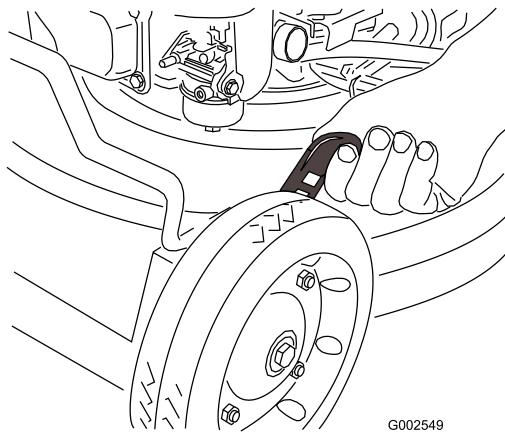

Figura 16
1. Tire de la palanca de ajuste de la altura de la rueda hacia la rueda (Figura 16) y muévala a la posición deseada.